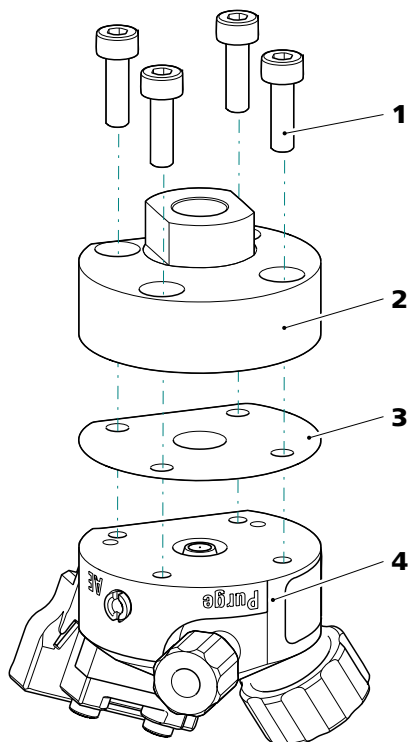

Figure 4 Désassemblage de la cellule de mesure
- Prendre le corps de mesure dans la main comme le montre la *figure 4, page 16*.